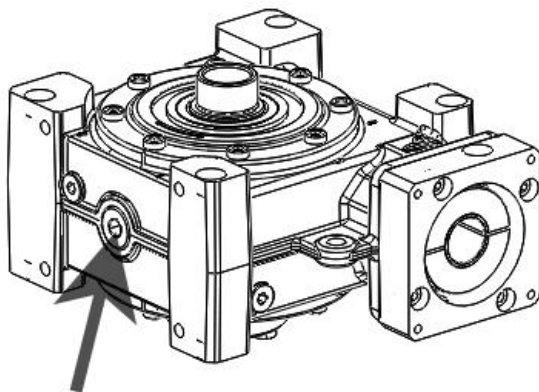

Figura 8.2
- Ü Scaricare l'olio attraverso l'apposito foro con tappo situato in basso. (Figura 8.2)